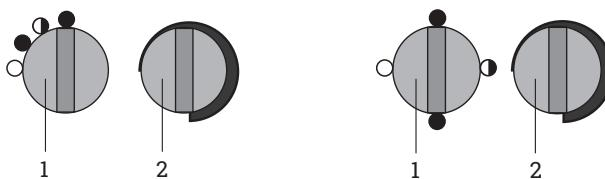

Рис. 2. Варианты блока управления
1. Установить ручку переключателя режимов (1) (рис. 2) в положение «0». Повернуть ручку терморегулятора (2) в крайнее против часовой стрелки положение.
2. Для подключения к стационарной электросети тепловая пушка комплектуется сетевой вилкой (установлена на корпусе тепловой пушки) и ответной сетевой розеткой. Кабель питания в комплект поставки не входит. Схему расположения контактов на вилке см. в приложении на рис. 2.
Для включения тепловой пушки в режиме вентиляции необходимо установить переключатель режимов (1) (рис. 2) в положение «1» (вентиляция без нагрева). При этом начнет работать вентилятор.
переключатель режимов (1) (рис. 2) в положение «0» (выключено).